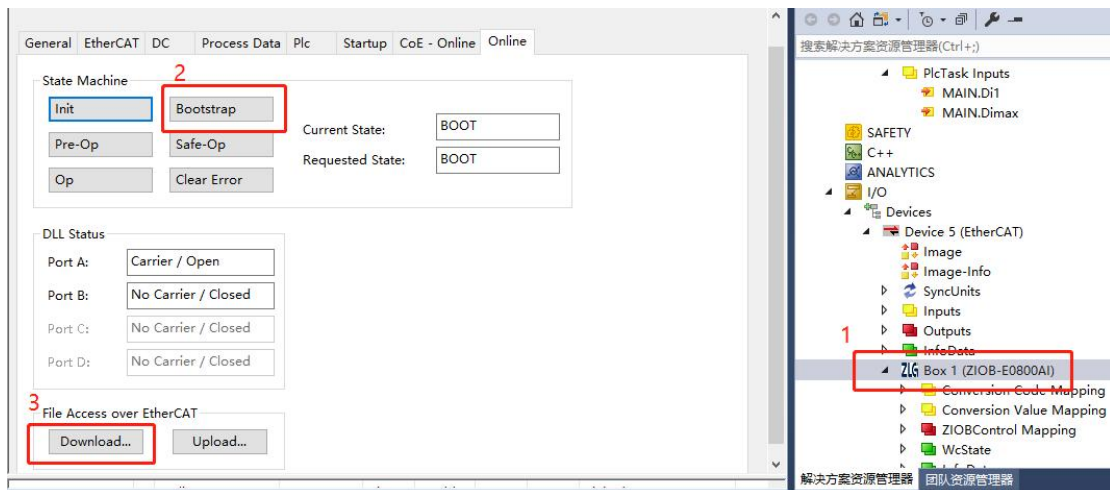
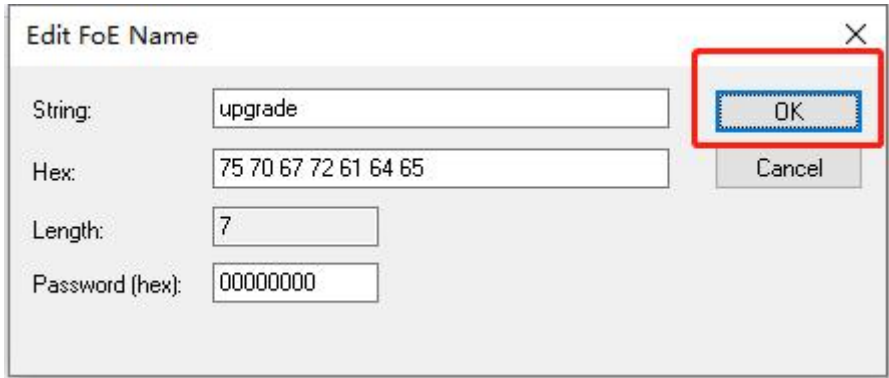

图 1
图 2
1) 将要升级的 AI 板都接入 Ethercat 总线，扫描从设备，在对应从模块的 Online 界面，将状态机切换到 Bootstrap 模式，点击 DownLoad 按钮，如图 1 所示，选择对应的 xxxupgrade.bin 文件，并点击 OK，如图 2 所示。等待右下角进度条完成，无报错即为成功，重新上电新固件才生效，可以查看 100Ah 的软件版本号（0.0.x）。